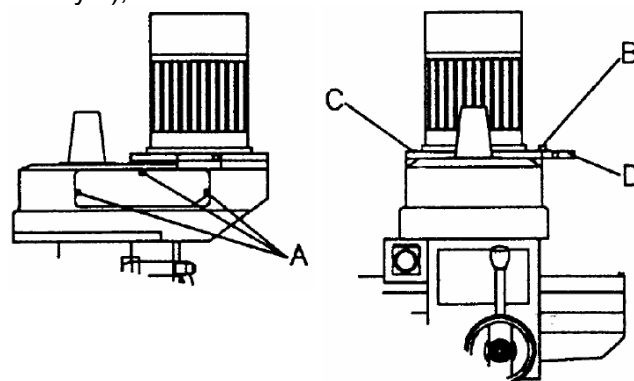

Рис.6
- Сместите боковые крышки мотора (правую и левую), как показано на Рис.6.